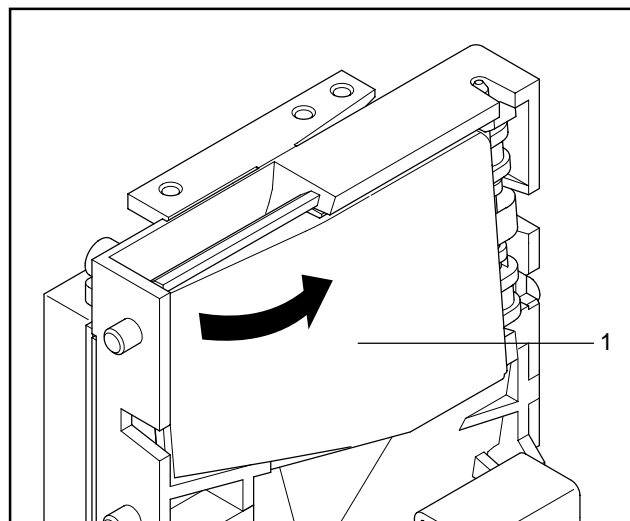

Fig. 8: Abrir la zona de calibración del selector
2. Abrir prudentemente la zona de calibración 1 a la izquierda y mantenerla abierta (Fig. 8).